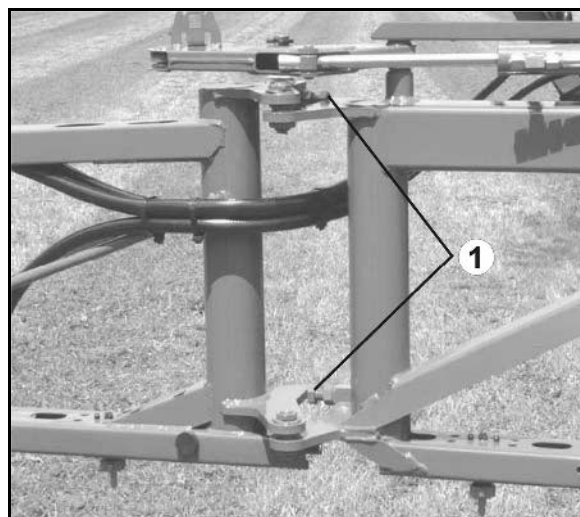

Fig. 127
1. Kontramøtrikken på indstillingsbolten (Fig. 127/1) løsnes.